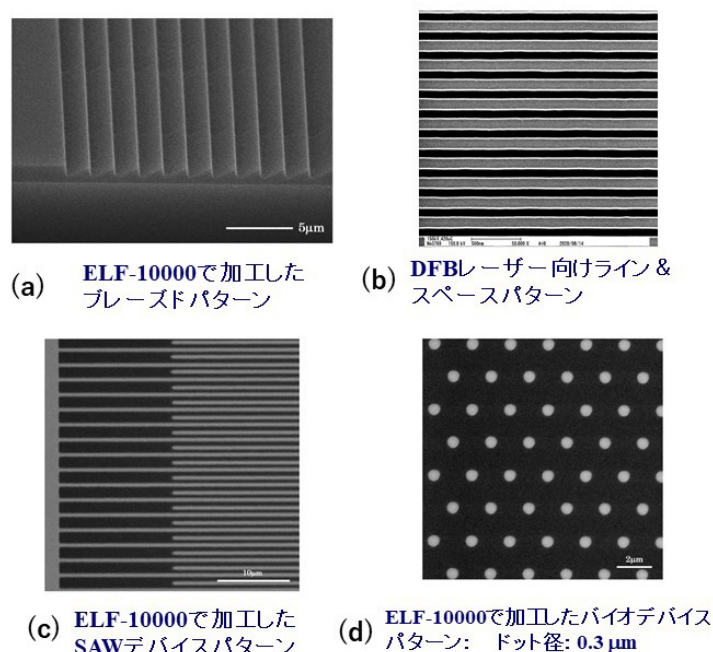

図 10 ELF-10000 で加工した応用例
発用としているが、ナノインプリントを介さないで直接生産に適用する場合もあると考えられる。右の太い矢印③は大面積ナノインプリントリソグラフィによる量産を示すもので ELF-10000 はそのモールドを作る。量産市場は四角内に例を示すように多様である。即ち多品種多量生産の大きな市場が予想される。図 10 にその応用分野に向けた試作例を示す。
図 10 (a) は、回折光学素子 (DOE) 用回折格子のブレードパターンを ELF-10000 で加工した例である。DOE は光の回折現象によってレーザ光を制御する素子であり、スマートフォンレンズにも用いられている。図 10 (b) は、DFB レーザ (Distributed Feed Back laser: 分布帰還型レーザ) の活性層とクラッド層の境界面に配置する回折格子のライン & スペースパターンである。回折格子に
よる反射によりレーザの発振縦モードが単一化し、波長安定性が高く、線幅が狭い特徴をもつレーザである。5G に使われ、市場が拡大しているとのことである。図 10 (c) は、SAW (Surface Acoustic Wave: 表面弾性波) デバイスの対向する左右の楕円電極の歯が重なりあっている状況を示している。SAW デバイスはスマートフォンなどの無線通信機器で周波数フィルタ等に使われている。図 10 (d) はバイオデバイスへの適用例で、ドット径 300nm のディンプル (窪み) を配列したマイクロリアクターチップの加工例である。